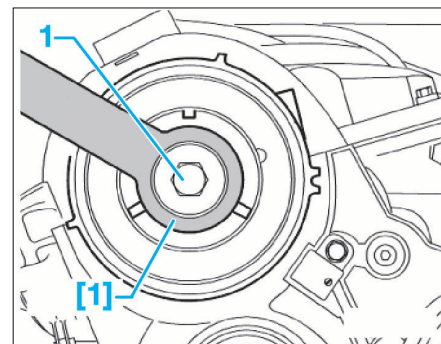

FIG. 57
- [1]. Contre-appui (ref. T10051) (Fig.57).
- À l'aide de l'outil [1], desserrer la vis (1) du moyeu d'arbre à cames de deux tours (Fig.57).